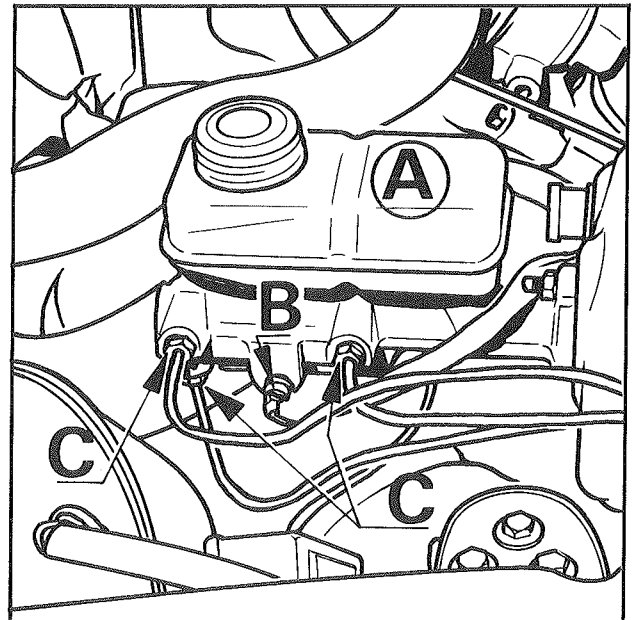

Fig. 1
- Vidanger le réservoir compensateur (A fig. 1)
- Déconnecter les 2 fils du témoin de fuite (B fig. 1).
- Débrancher les canalisations de frein (C fig. 1)